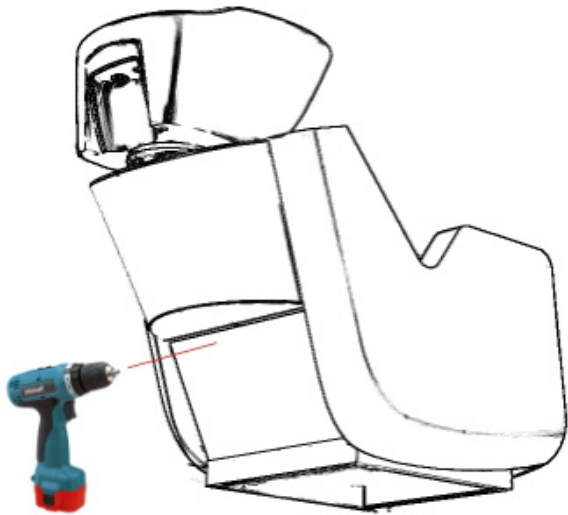

Fig.1
- Una vez colocado correctamente el lavacabezas, retire la tapa trasera de aluminio, saque el cable doble de la centralita que alimenta el motor eléctrico del elevapiernas y conéctelo a la toma de corriente indicada (fig.1 -2)
- GAMMA & BROSS spa - Via Mazzini, 62/E - 46043 CASTIGLIONE DELLE STIVIERE (MN)